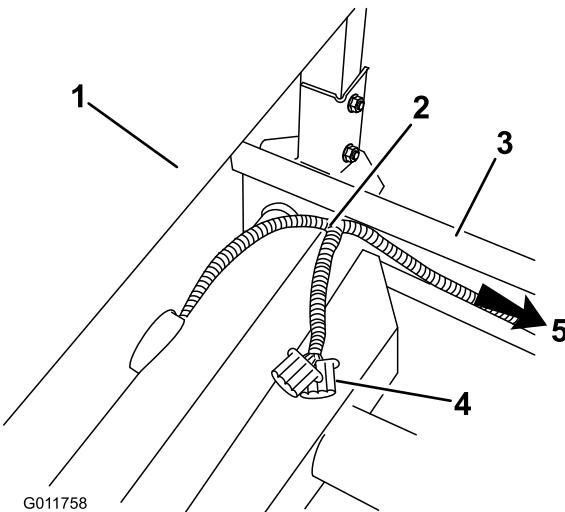

Figura 13
- En la cubierta ROPS, detrás del conjunto del asiento, pase el mazo de cables desde debajo del asiento y por encima del bastidor. Asegúrese de que el conector eléctrico del sistema de pulverización no se queda debajo del vehículo (Figura 13).